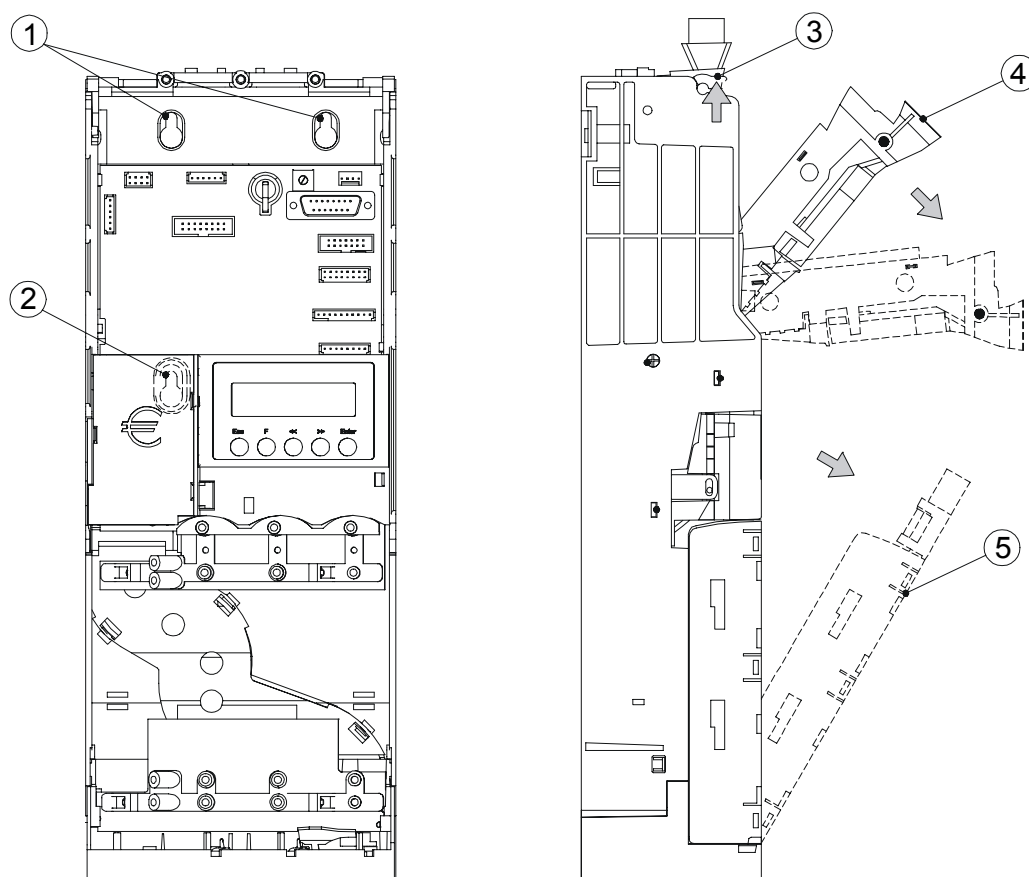

fig. 22
- En la fijación mediante los tornillos, hay que desenganchar el Grupo Validador de su alojamiento, levantando el enganche gris, y girar el grupo hacia adelante para poder acceder a los agujeros de fijación superiores e inferiores (véase fig. 22). Enganchar el Monedero de Cambio a los tres tornillos y fijarla prestando una especial atención a la fijación del tornillo inferior.
- remover el Grupo Tubos (véase fig. 22) accionando la palanca de apertura;